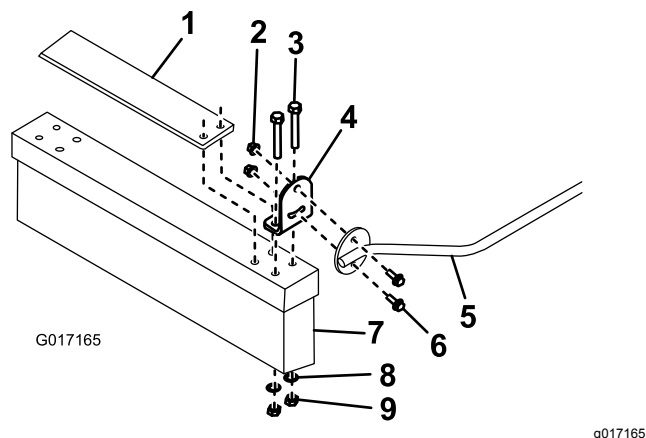

Figura 7
2. Monte una pestaña en cada extremo del cepillo con 2 pernos (M8 x 60 mm), arandelas y contratuercas (M8). Posicione las pestañas según se indica en Figura 7. Utilice los taladros exteriores en unidades de corte de 21" y los taladros interiores en unidades de corte de 18".
3. Sujete un soporte de montaje de la varilla del cepillo en cada pestaña del cepillo con 2 pernos con arandela prensada (M6 x 20 mm) y tuercas con arandela prensada (M6) (Figura 7).